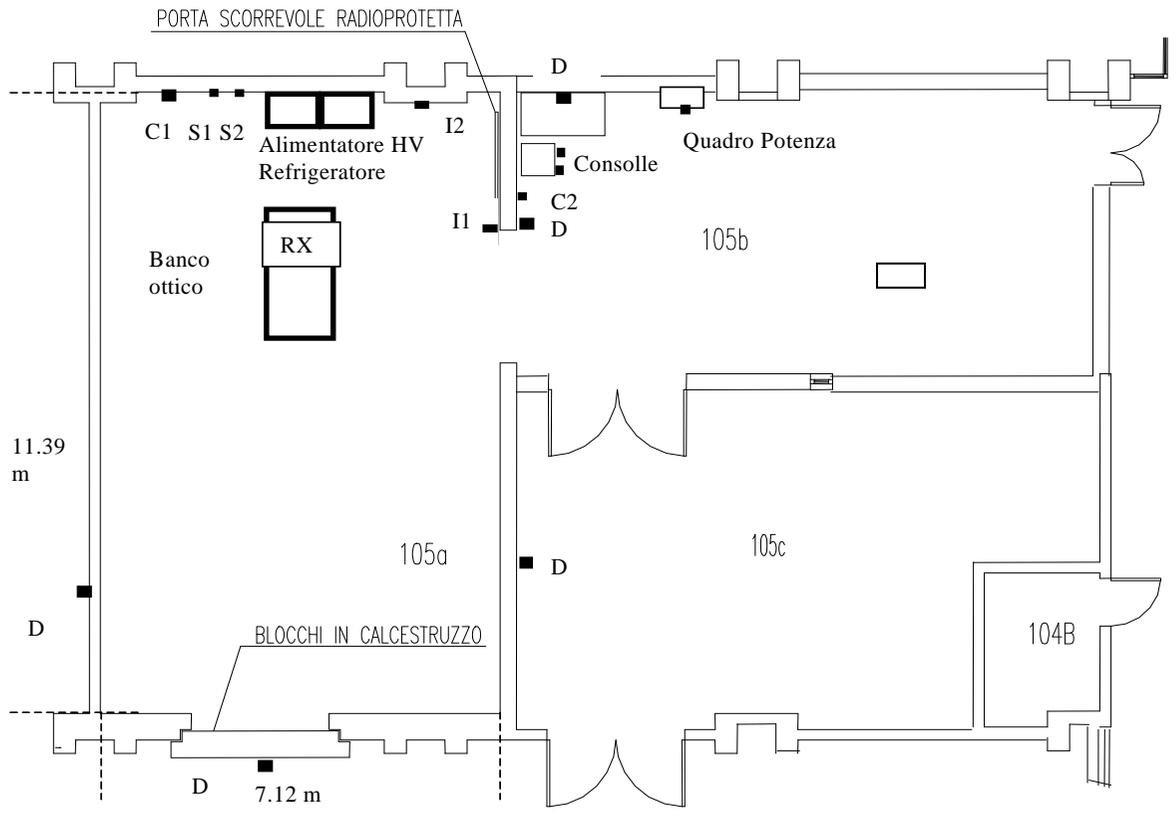

Figura 1 Pianta dei locali 105.
- L'impianto ha una linea di potenza comandata dal quadro posto in sala 105b (Figura 1). In Figura 2 è mostrata schematicamente la disposizione dei consensi e delle segnalazioni del sistema di sicurezza e dell'impianto.
I dosimetri ambientali per raggi X + gamma a termoluminescenza sono applicati nelle posizioni fisse indicate nella Figura 1.
Se possibile togliere tensione al quadro (Figura 1) nella sala 105-b.
L' impianto è situato nei locali 105c e 105b del IASF-BO (Figura 1).